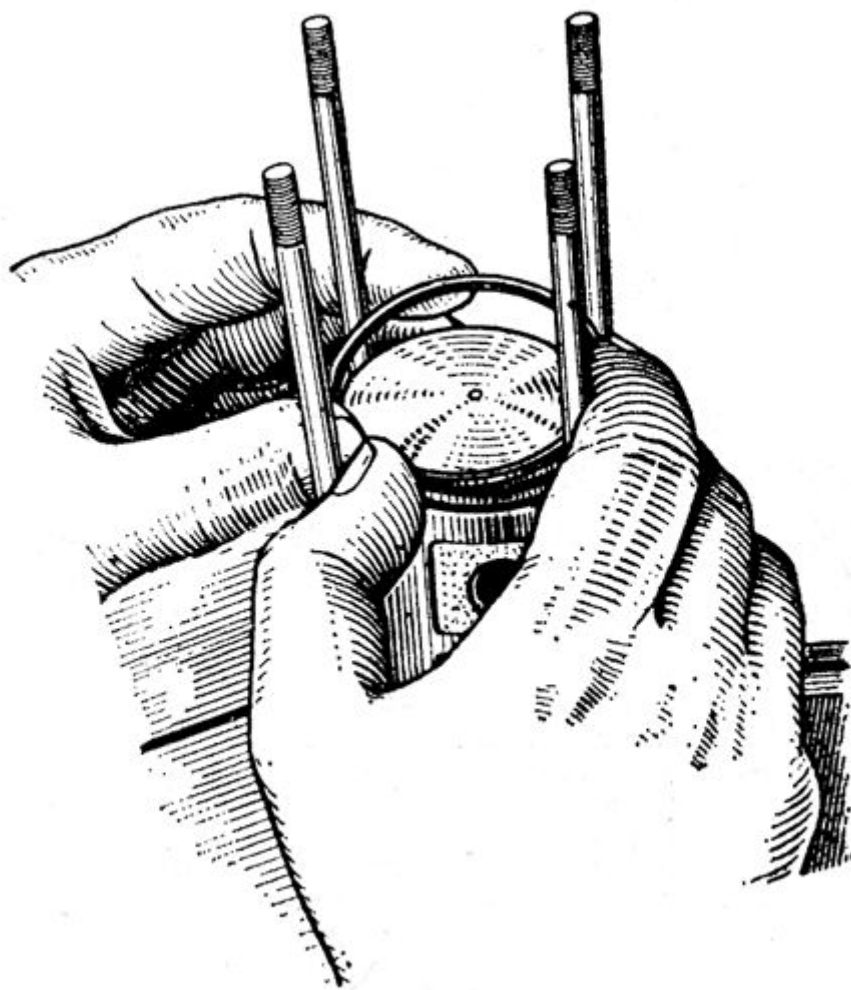

Рис. 5. Снятие поршневых колец.
2. Придерживая указательными пальцами обеих рук верхнее кольцо со стороны, противоположной замку, разведите большими пальцами концы кольца и снимите его с поршня (рис. 5).